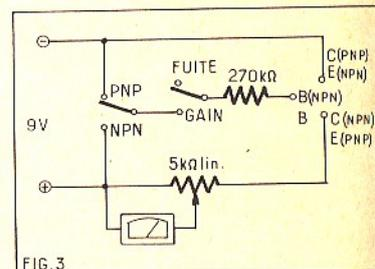

FIG.3
**Contrôle des diodes.** — Pour tester une diode il faut réaliser le raccordement du schéma de la figure 3. Le commutateur « For-Rev » est placé dans la position « For » et le commutateur HI-LO dans la position D. La diode est polarisée dans le sens direct et le courant est important. L'aiguille du galvanomètre atteint presque la fin d'échelle. On actionne alors le commutateur pour l'amener dans la position « Rev » ce qui inverse les polarités de la pile et polarise la diode en sens inverse et le courant est très faible le courant indiqué par le galvanomètre. On compare ainsi le courant de sens direct et le courant inverse et on apprécie de la sorte la qualité de la diode soumise à vérification.
### b) transistormètre simple (figure 3)